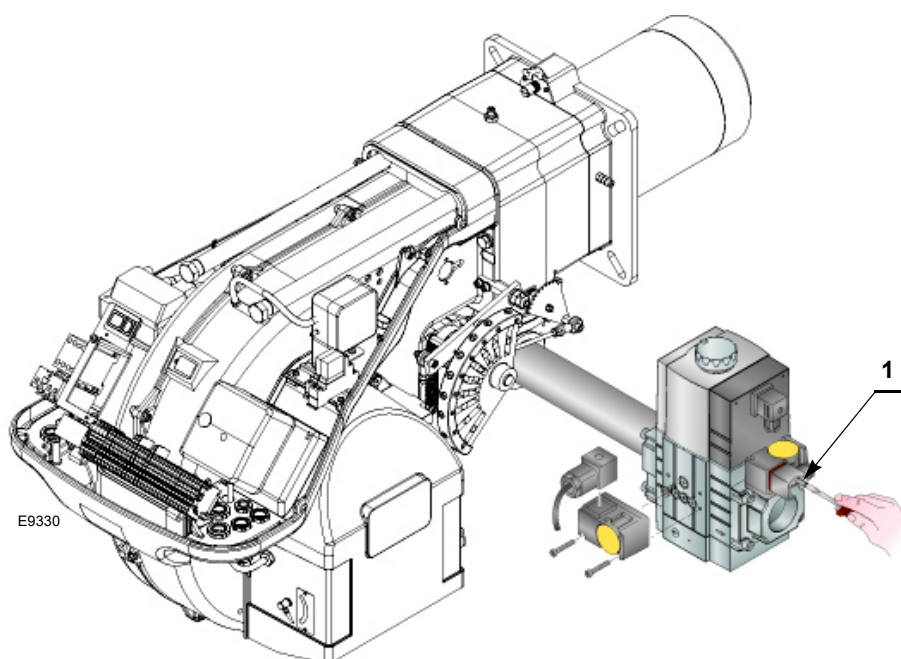

Abb. 27
- Prüfen Sie den Versorgungsdruck des Gases durch Anschließen eines Druckmessers an der Druckentnahmestelle 1)(Abb. 27) des Minimal-Gasdruckwächters: er muss geringer als der maximal zulässige Druck der Gasarmatur sein, der auf dem Kennschild der technischen Daten angegeben ist.
- Lassen Sie die Luft aus der Leitung der Gasarmatur ab, indem Sie eine Kunststoffleitung an die Druckentnahmestelle 1)(Abb. 27) des Minimal-Gasdruckwächters anschließen. Führen Sie die Entlüftungsleitung aus dem Gebäude, bis Gasgeruch wahrzunehmen ist.